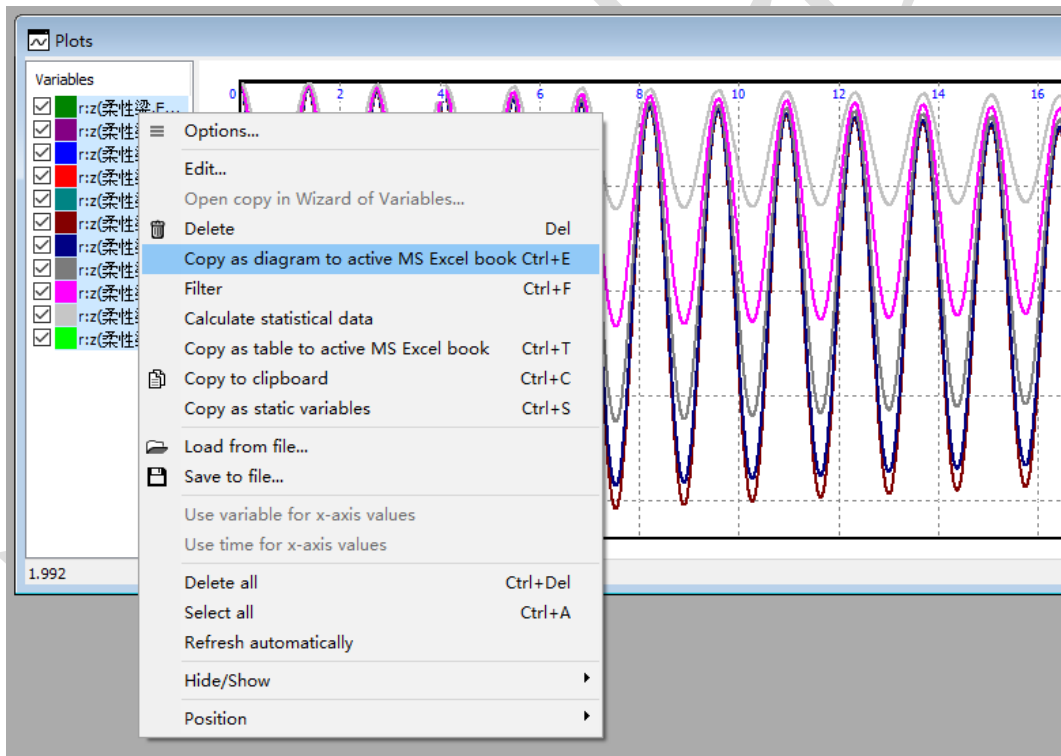

图 2-123
- 10) 在绘图窗口左侧列表框选所有曲线，点**右键**，可以选择输出数据至记事本或 MS Excel 表格，如图 2-123。